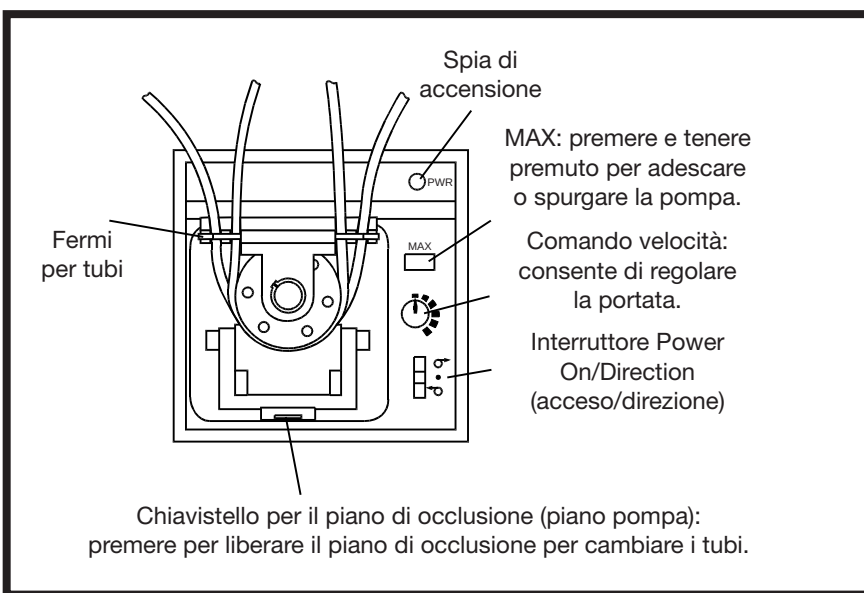

Figura 2. Pompa — Pannello anteriore
Il comando della velocità regolabile, a giro singolo, *Figura 2*, consente di regolare la portata. La spia verde PWR On (acceso), si illumina ogni volta che la pompa è in funzione. L'interruttore Power On/Direction (acceso/direzione) alimenta l'apparecchio quando si seleziona il senso di rotazione del rotore della pompa, orario o antiorario. Il pulsante MAX serve per effettuare le operazioni di adescamento e spurgo. Inoltre, mentre viene tenuto premuto, fa funzionare la pompa alla velocità massima.
1. Posizionare l'interruttore **Power On/Direction** (acceso/direzione), *Figura 2*, al centro (Off).